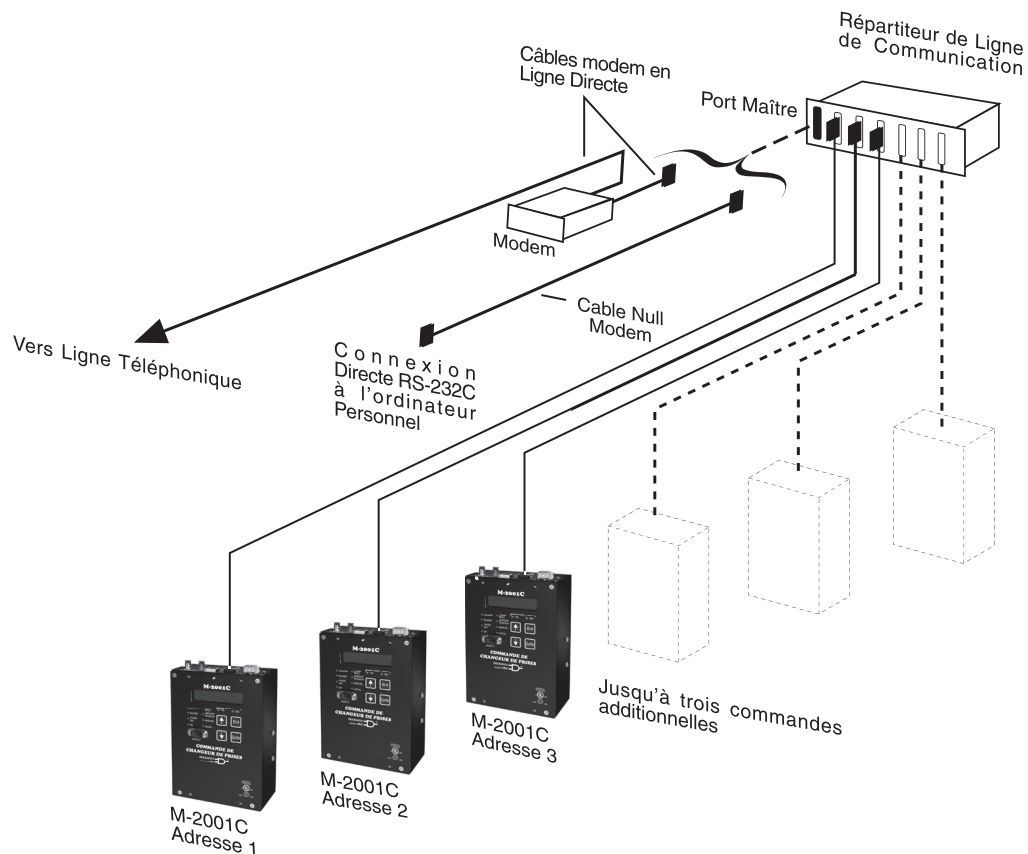

Figure 3 Connexion Réseau
**Communications Using Networking :** La charge d'adressage de TapTalk permet le réseautage de multiples commandes numériques de changeur de prises Beckwith Electric (COM1 ou COM2, COM1 illustré). Chaque commande de changeur de prise peut être assignée une adresse allant de 1 à 200. Les commandes choisies peuvent être diffusées à tous les contrôles sur le réseau. Les figures 3, 4, et 5 illustrent les configurations de réseau typiques.